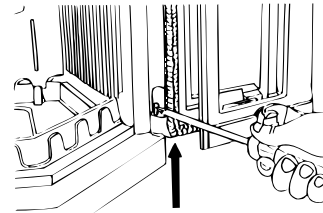

Fig. 5
2. Løft av dørene (se fig. 5 og 6).